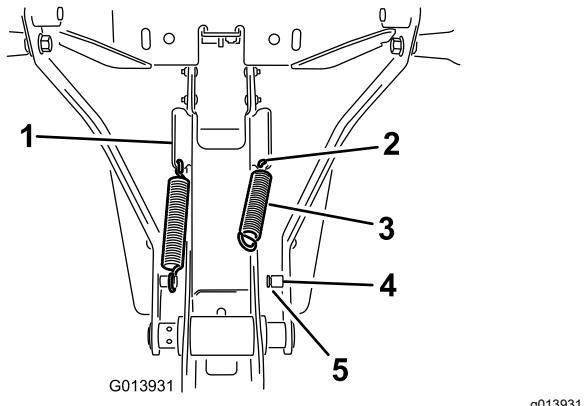

图 18
1. 将弹簧安装在框架总成侧面斜角凸耳下端的孔中图 18。
2. 将弹簧的一端钩到孔中将另一端钩到弹簧立柱上图 18。
3. 确保弹簧端已正确固定在立柱的槽中图 18。